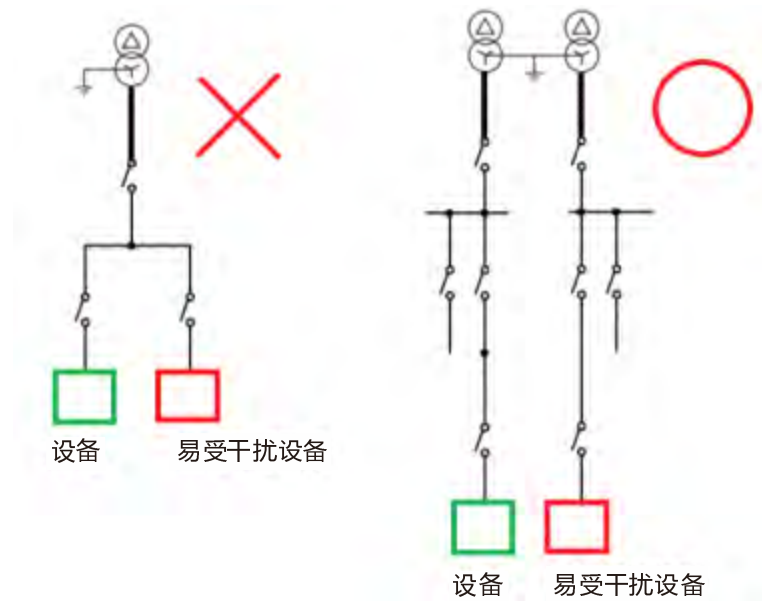

图 1.6.8-1:易受干扰设备被隔离示意图
1.6.8 对于易受干扰的设备 建议以独立的隔离变压器将干扰强的设备隔离开 如图 1.6.8-1。